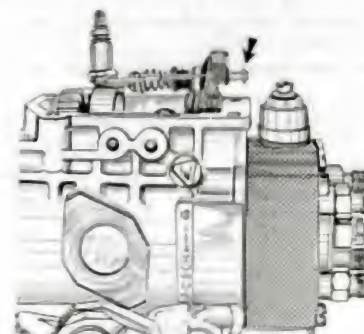

Fig. 6.
- 2° S'il s'agit d'un régulateur du type « MINI-MAXI », appuyer sur l'axe de vitesse tout en soulevant le couvercle, puis enlever le circlips pour dégager l'ensemble « ressorts, régulateur » (fig. 6).